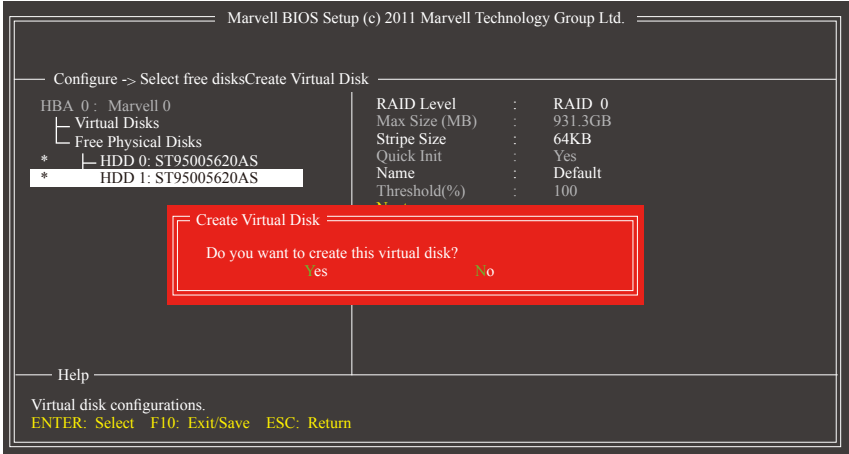

图5
- 4. Next：完成以上设定请至「Next」项目，按<Enter>键，确认建立磁盘阵列。当确认信息出现时，确定制作磁盘阵列请按<Y>，取取消请按<N> (图5)。